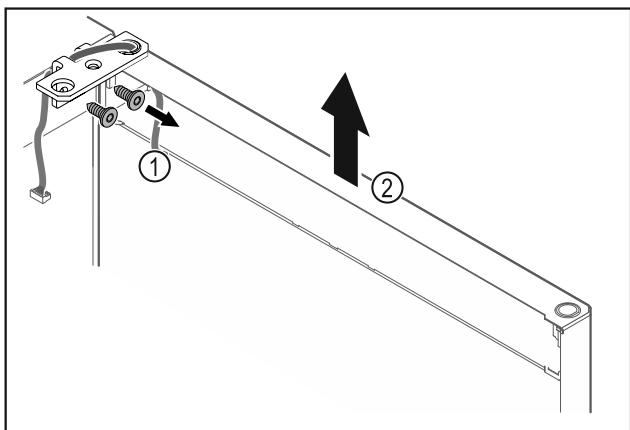

Fig. 24
- ▶ Odvijte kotnik tečaja vrat Fig. 24 (1).
- ▶ Vrata s kotnikom tečaja Fig. 24 (2) dvignite za približno 200 mm naravnost navzgor in jih snemite.